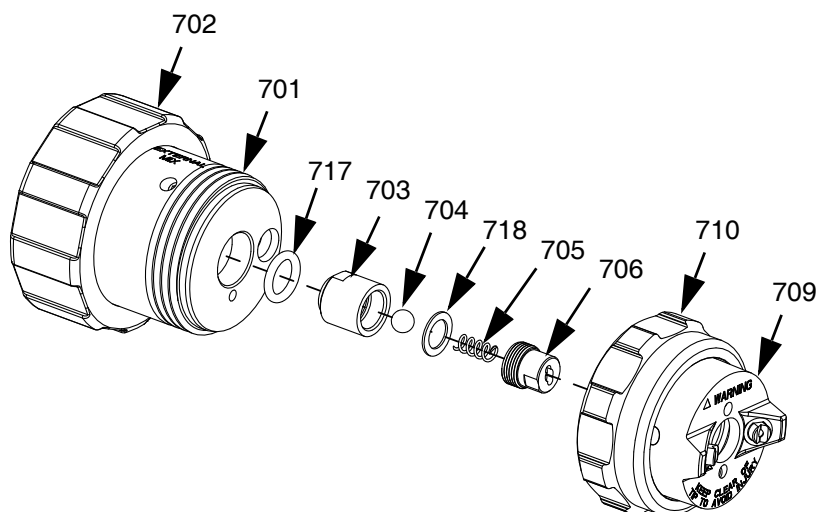

FIG. 19
2. Retirer la bague de retenue (710) et l'ensemble de chapeau d'air (709) de la tête (701).
3. Retirer l'ensemble de clapet anti-retour (703).
4. Utiliser deux clés sur les méplats du joint (703) et du chapeau du clapet anti-retour (706) pour retirer le chapeau. Le ressort (705) et la bille (704) tomberont quand le chapeau sera retiré.
5. Retirer et examiner le joint torique (717) et la rondelle (718). Remplacer si usé ou endommagé.
6. Lubrifier le joint torique et l'installer sur l'ensemble de clapet anti-retour (703).
7. Installer la rondelle (718), la bille (704) et le ressort (705) dans le joint du clapet anti-retour (703), puis installer le chapeau du clapet anti-retour (706) sur le joint du clapet anti-retour serré avec les doigts.
8. Utiliser deux clés sur les méplats du joint (703) et du chapeau du clapet anti-retour (706) pour serrer ce dernier sur le joint du clapet anti-retour à un couple de 2,6-3,1 N•m (23-27 po-lb).
9. Installer l'ensemble de clapet anti-retour dans la tête. Voir FIG. 19 pour l'orientation de l'ensemble.
10. Installer le chapeau d'air sur la tête et serrer la bague de retenue (710).